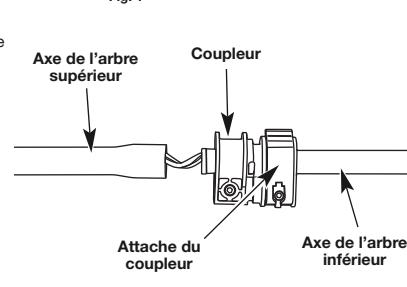

Fig. 2
**REMARQUE :** Assurez-vous que l'attache du coupleur est dans la position serrée et que le coupleur soit en haut sur l'arbre inférieur (Fig. 2).